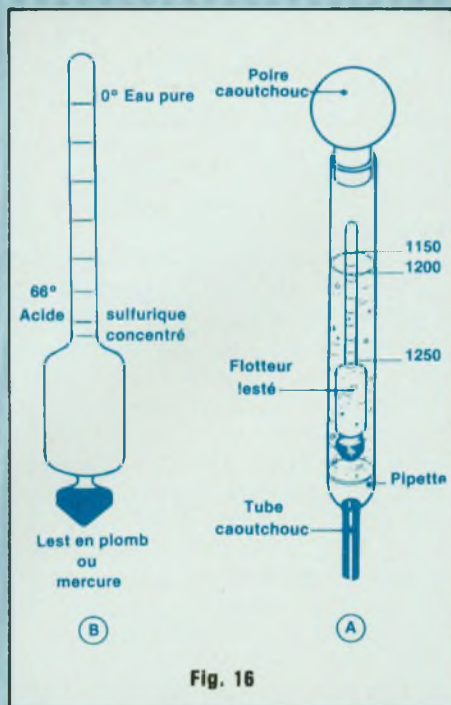

Fig. 16
Nous trouvons à la figure 16 (A) une pipette pèse-acide couramment employée pour l'entretien des accumulateurs et en 16 (B) un pèse-acide Baumé. Il ne faut pas confondre le degré Baumé, mesure de densité avec le degré Celsius, pour la mesure d'une température. Le pèse-acide Baumé est constitué d'un flotteur en verre lesté de façon à ce qu'il se maintienne vertical lorsqu'il est